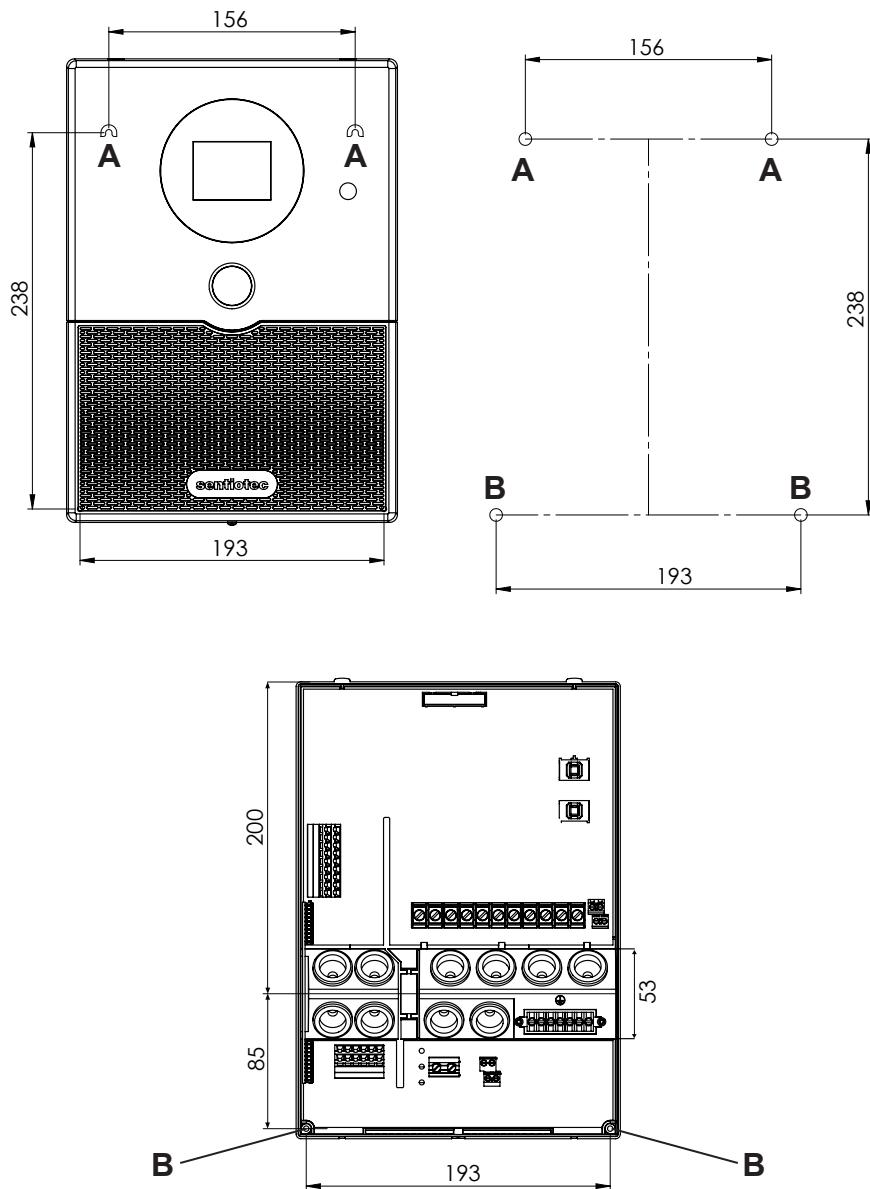

Bild 1 Position på upphängningsanordningen och monteringshålen
1. Skruva in två skruvar för spånplattor (3 x 25 mm) på ca 1,70 m höjd i bastuväggen tills 7 mm sticker ut. De båda skruvarna måste sitta 156 mm från varandra (se **Bild 1**).
4. Häng upp bastustyrenheten i upphängningsanordningen **A** på de inskruvade skruvorna (se **Bild 1**).
5. Skruva in två skruvar för spänplattor(3 x 25 mm) i de nedre fästöppningarna **B** (se **Bild 1**).